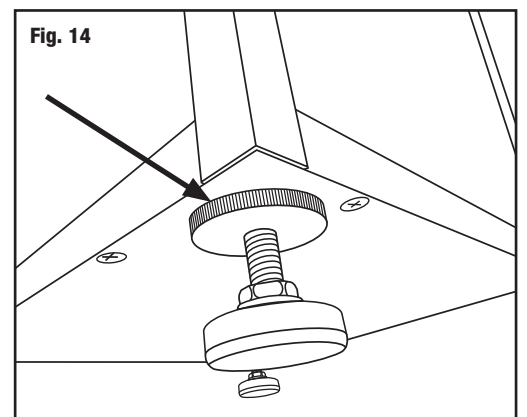

Fig. 14
5. Once all adjustments are complete, lock the feet by tightening lock nuts on each foot. **(Fig. 14)**
5. Une fois les réglages effectués, bloquer les pieds en serrant les contre-écrous sur chaque pied. **(Fig. 14)**